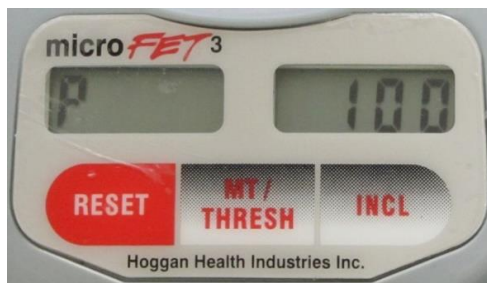

Abbildung 12. Akkuladungsanzeige
- Auf dem linken Display des Geräts erscheint die Angabe „P“ für „Power“ (Akkuladestand) und auf dem rechten Display eine Zahl zwischen 1 und 100. Die Zahl auf dem rechten Display zeigt die Akkuladung in Prozent an (siehe Abbildung 12).